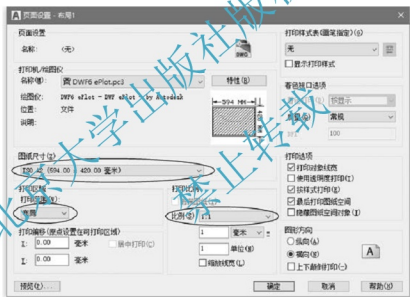

图 5.64 设置【页面设置-布局1】对话框
② 单击【修改】按钮，则进入【页面设置-布局1】对话框，按照图 5.64 所示设置该对话框。